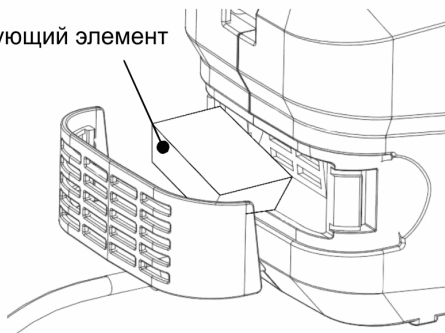

Рис. 10
6. Демонтируйте крышку воздушного фильтра и очистите или замените фильтрующий элемент (рис. 10).